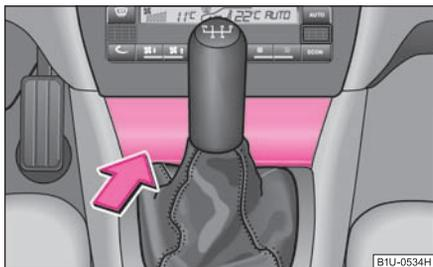

Fig. 88 Console centrale:
- Appuyez sur la partie inférieure du couvercle du cendrier au niveau de la flèche ⇒ fig. 88.